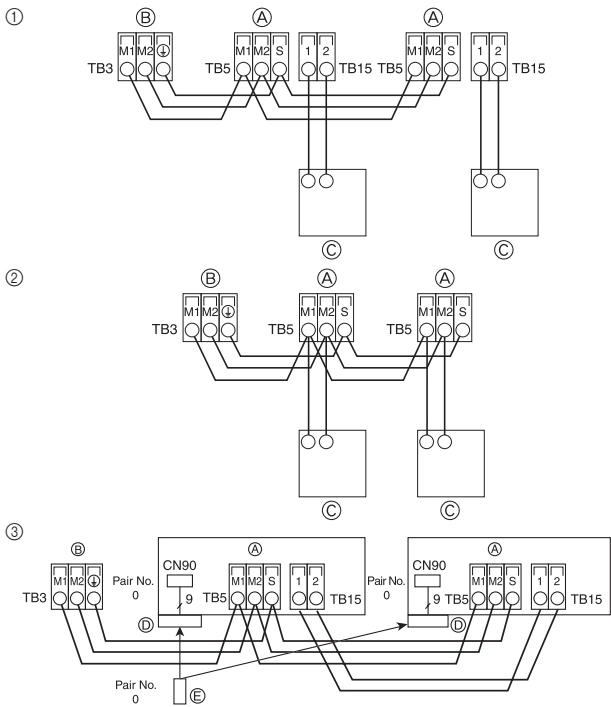
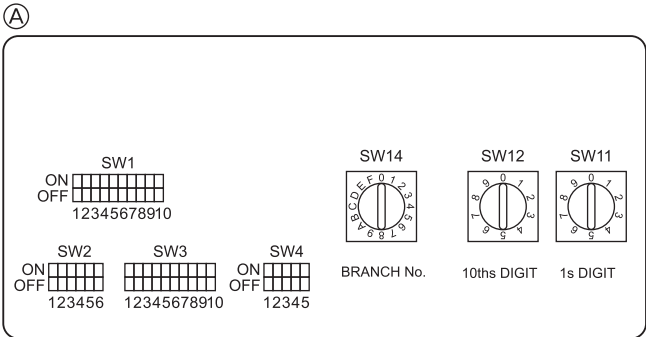

Fig. 5-3
Fig. 5-4
5.4. Raccordement des câbles de la commande à distance et des câbles de transmission intérieurs et extérieurs (Fig. 5-3)
- ① Commande à distance MA
- ② Commande à distance M-NET
- ③ Télécommande sans fil (lors de l'installation d'un récepteur de signaux sans fil)
- ④ Bloc de sortie du câble de transmission intérieur
⑤ Bloc de sortie du câble de transmission extérieur (M1(A), M2(B), ④(S))
⑥ Télécommande
⑦ Récepteur de signaux sans fil
⑧ Télécommande sans fil
5.5. Configuration des adresses (Fig. 5-4)
- ① Réglage des adresses
- ② Réglage des numéros de branche SW14 (série R2 uniquement)
- ④ Panneau d'adresse
5.6. Détection de la température ambiante à l'aide du capteur intégré à la télécommande (Fig. 5-4)